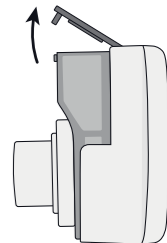

Рис. 4
2. Откройте крышку ингаляционной камеры, подняв защелку (рис.4). Залейте лекарственный раствор в отсек для лекарств. Максимальный объем лекарственных средств для одной процедуры ингаляции – 6 мл (см. шкалу на ингаляционной камере), остаточный объем – не более 0,5 мл. Закройте крышку ингаляционной камеры, опустив защелку. **Не применяйте излишнюю силу при открытии и закрытии защелки (это увеличит срок службы ингаляционной камеры).** Убедитесь, что крышка закрыта плотно, и ингаляционный раствор не выльется из ингаляционной камеры.